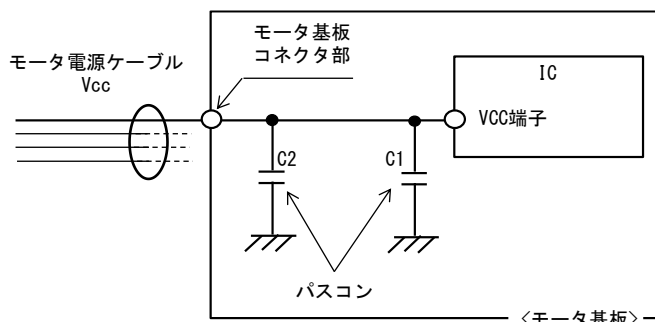

図 5.6.1 サージ電圧保護素子設置(例)
- ・対策 ①IC 端子に近接してパスコン C1 を配置してください。パスコンには、セラミックコンデンサ等の周波数特性の良いものを選択してください。容量の目安は約 1 μF です。
②図 5.6.1 のように、モータ基板コネクタ部に近接してパスコン C2 等のサージ吸収素子を配置するとより有効です。